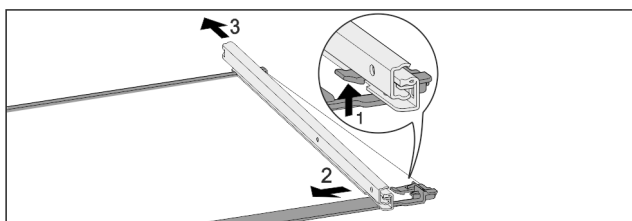

Fig. 117 Скляна пластина з рейками
- ▶ Натиснути передній гачок-фіксатор вгору. Fig. 117 (1)
- ▶ Виштовхнути виїзну рейку в сторону Fig. 117 (2) та назад Fig. 117 (3).